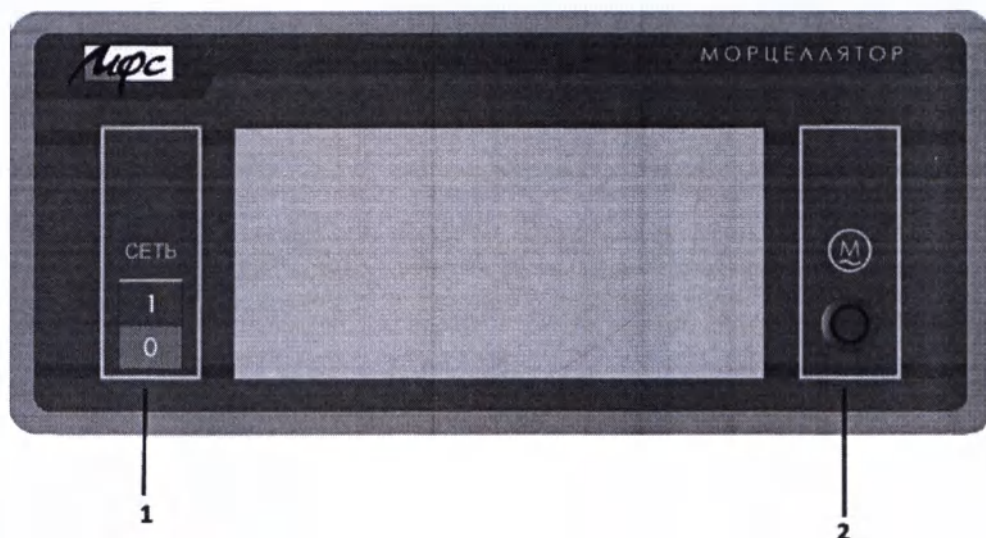
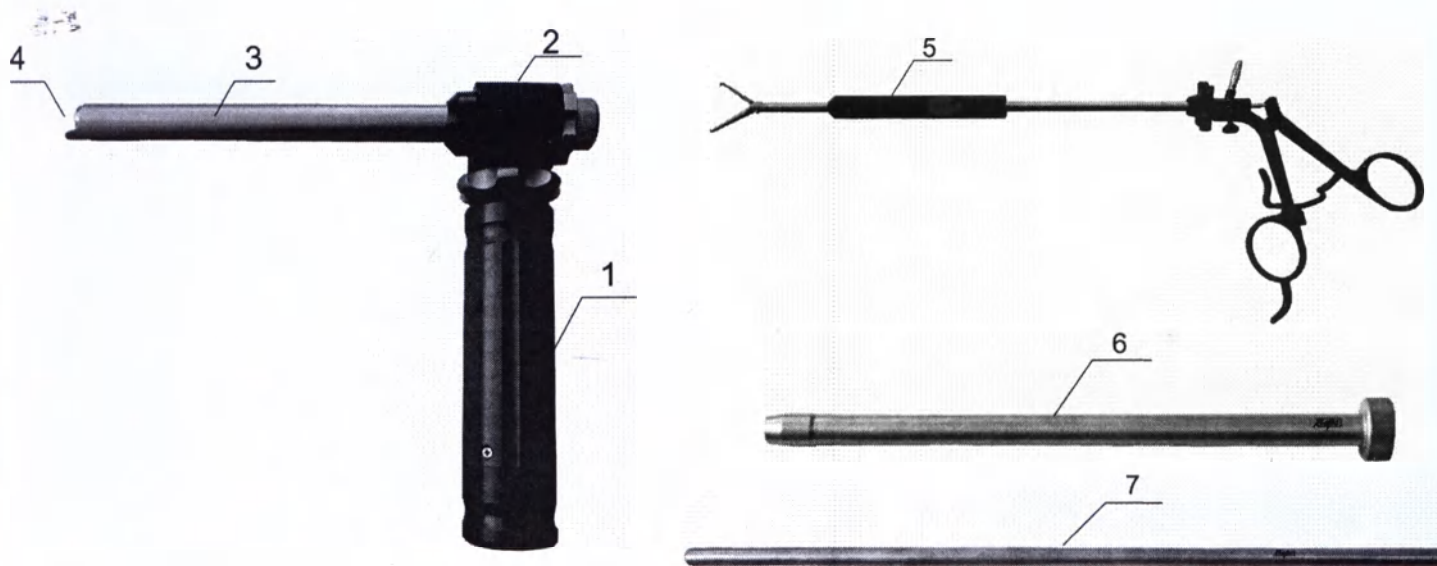

Рис. 1 Блок управления морцеллятора. Передняя панель
Рис. 3. Морцеллятор в сборе: 1-Электропривод; 2-Редуктор; 3- Наружный тубус; 4 -Фреза; 5 -Зажим для
- 1 Установите клавишу 1 (рис.1) сетевого выключателя в положение «0».
- 2 Соедините редуктор 2 с электроприводом 1 (рис. 3) путем совмещения оси редуктора с пазом оси электропривода. Далее вращаем накидную гайку электропривода против часовой стрелки (рис. 4).
- 5 Подключите разъем электропривода 1 (рис.3) к разъему для подключения электропривода 2 (рис.1), расположенному на блоке управления.
- 1 В установленный троакар 10 мм вставьте переходник 7 (рис. 3) от расширителя 6 (рис. 3)
- 3 Поместите расширитель 6 (рис. 3) во фрезу 6 (рис. 5) в сборе с электроприводом.
- 6 Проведите через фрезу зажим для морцеллятора 5 (рис. 3).
- 7 Захватите зажимом ткань, которую необходимо подвергнуть морцелляции и подтяните ее к торцу фрезы 4 (рис. 3).